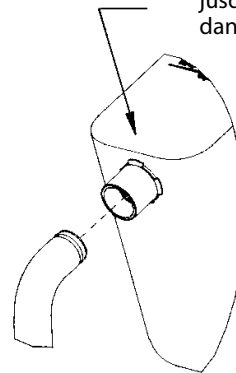

Figure 5
- 1 Installez le sac à poussières en appuyant son extrémité sur le tuyau d'évacuation jusqu'à ce que l'anneau se verrouille dans la rainure (Figure 5). On y parvient plus facilement en appuyant sur l'arrière de l'ouverture du sac avec la paume de la main.
- 5 Pousser sur le bouton de verrouillage (1) et appliquer une pression des mains sur les leviers (2). Pour arrêter l'appareil, relâchez les leviers (Voir fig. 5).